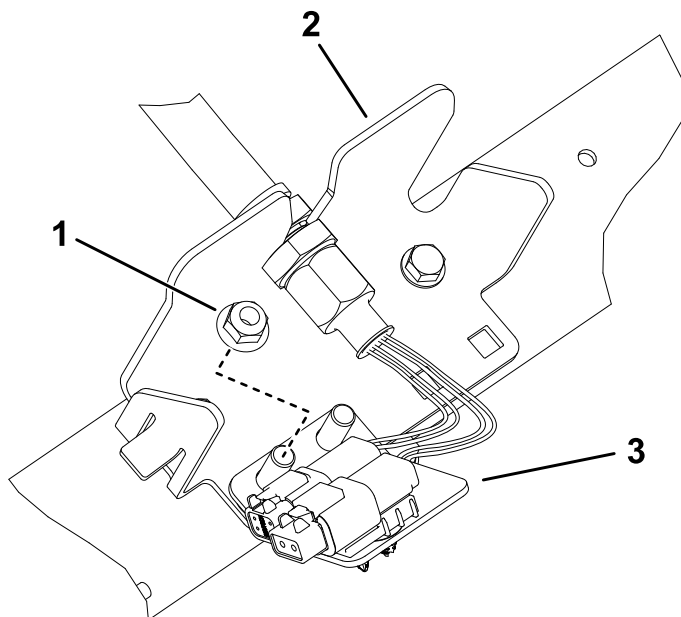

Bild 30
- 6. Wiederholen Sie die Schritte an den restlichen vier Schottstellen, wie in Bild 27 bis Bild 30 abgebildet.